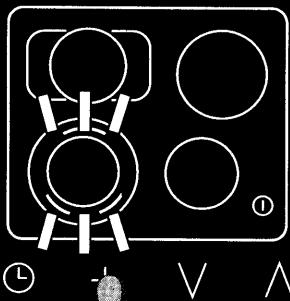

Fig. 4
- ... trycker du lätt på symbolen +. I timerns displayfält blinkar då P2. I displayfältet för värmezon 1 (längst fram till vänster) blinkar symbolen för anpassningen 0 (fig. 4).